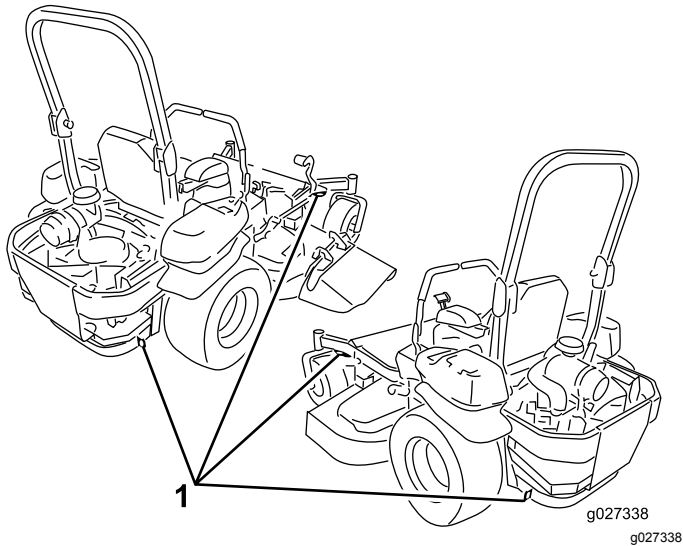

Figura 35
5. Utilice los bucles metálicos de amarre de la máquina para sujetar la máquina firmemente al remolque o al camión con correas, cadenas, cables o cuerdas (Figura 35).